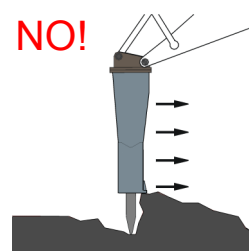

Fig.6
- NON usare il martello demolitore come leva per rompere (Fig. 6).